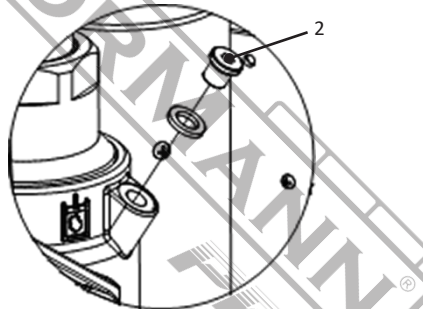

Fig. 20
2. Rimuovere la vite (2) sul foro di riempimento dell'olio con una chiave esagonale no. 5. La capacità dell'olio è di 250 ml (Fig. 20).